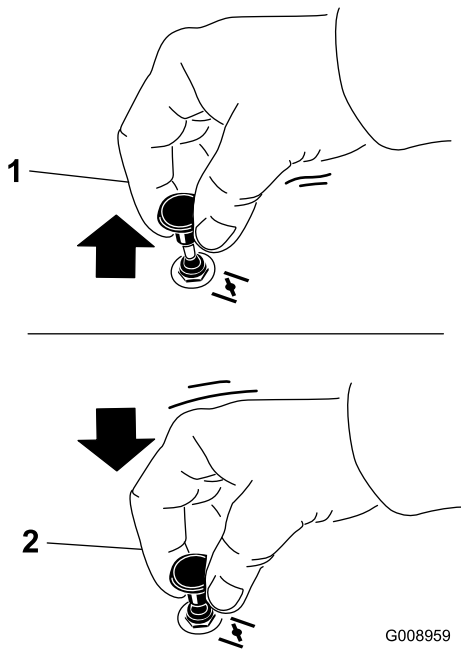

Figure 23
1. Tirez sur la commande du volet de départ pour engager le volet de départ avant d'utiliser le commutateur d'allumage (Figure 23).
2. Poussez sur le bouton pour désengager le volet de départ une fois que le moteur a démarré (Figure 23).